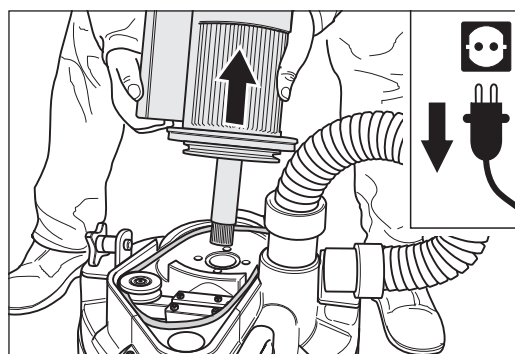

Fig. 50 Retirez le moteur à la verticale du boîtier et enlevez la courroie trapézoïdale.
- 12 Desserrez les quatre vis de fixation du moteur sur le boîtier de la machine et soulevez le moteur à la verticale. La courroie trapézoïdale peut être enlevée (fig. 50).